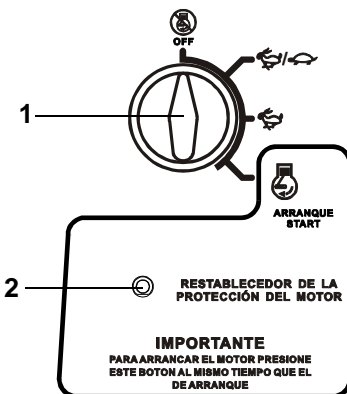

FIGURA 4-5. SISTEMA DE ARRANQUE-PARO
-Ubique el interruptor de ignición (Ver figura 4-5) en la posición  como se muestra en la siguiente figura: